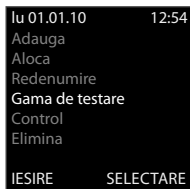

Fig. 1
■ **Redenumire** - (Fig. 1) folosit pentru a denumi actuatorul, numele va fi afișat în lista de meniuri principală. Controller organizează în mod automat numele Actuatorului de la 1 la 40, în ordine în meniul Adăugare. (Posibilitatea de redenumire este opțională). Folosind butonul de selectare redenumiți actuatorul. Confirmați cu ajutorul butonului T1 (fig. 2). Alegeți numele actuatorului folosind butonul direcție în următoarea listă. Confirmați cu ajutorul butonului T1 (fig. 3).
- **Testarea domeniului** - utilizata pentru a determina calitatea semnalului între RF pilot și actuatoarele controlate (fig. 1). Folosiți butonul de direcție pentru a selecta semnalul actuatorului pe care doriți sa-l testați. Confirmați cu ajutorul butonului T1 (fig. 2). Rezultatul testului va fi afișat după cca. 10s (Fig. 3). Opțiunea redenumire este facultativă.